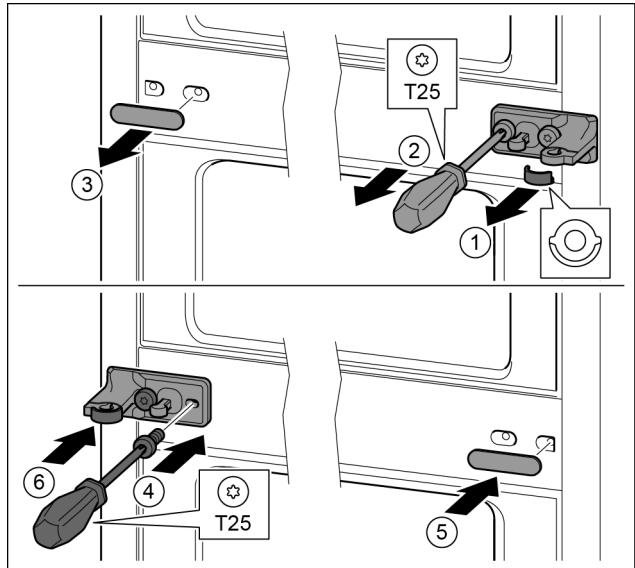

Fig. 29
- ▶ Зніміть перстину. Fig. 29 (1)
- ▶ Викрутіть гвинти за допомогою викрутки T25. Fig. 29 (2)
- ▶ Обережно зніміть кришку. Fig. 29 (3)
- ▶ Опорний кронштейн із плівкою, повернутий на 180°, закріпіть гвинтами з іншого боку. Fig. 29 (4)
- ▶ Почекіть кришку, що повернута на 180°, з іншого боку праворуч. Fig. 29 (5)
- ▶ Встановіть шайбу спереду. Fig. 29 (6)